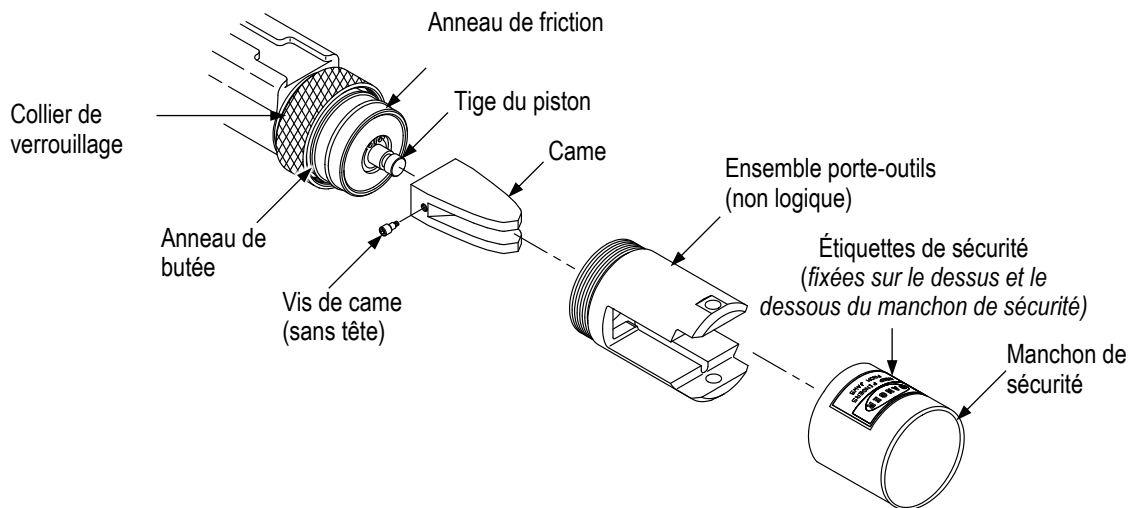

Figure 7
L'emballage de l'ensemble porte-outils comprend une bande d'étiquettes de sécurité adhésives, imprimées en différentes langues. Prenez l'étiquette qui convient et fixez-la sur le manchon de sécurité (fourni avec les ensembles porte-outils de petite et grande taille) comme le montre la Figure 7 ou directement sur l'adaptateur (qui ne nécessite pas le manchon de sécurité).
2. Placez la came (avec la vis sans tête) sur la tige du piston comme illustré à la Figure 7. La came doit venir buter contre la face de la tige du piston. Si ce n'est pas le cas, tournez la vis de came sans tête *dans le sens inverse des aiguilles d'une montre* jusqu'à ce que la came s'adapte correctement à la tige du piston.